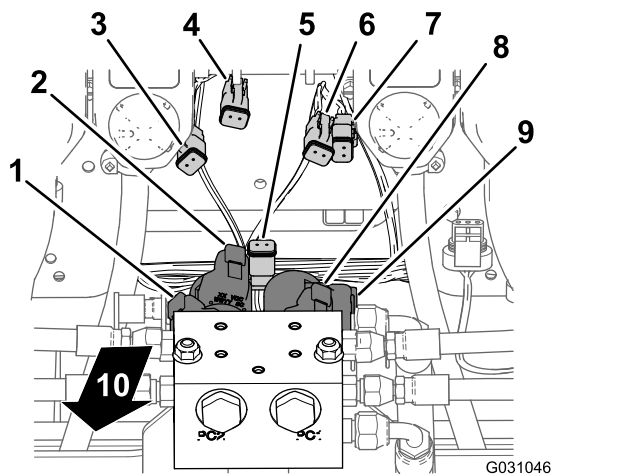
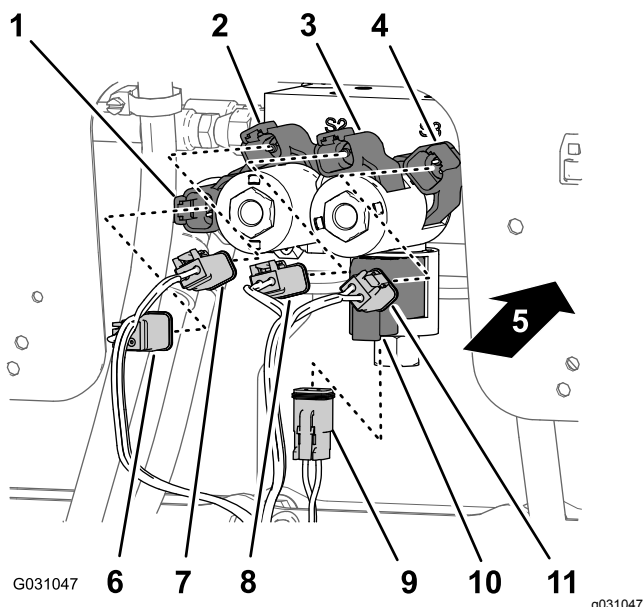

Figura 104
Figura 105
cablagem traseira identificado **Solenoide de ativação** (Enable Solenoid) no conector de dois pinos para o solenoide de ativação (Figura 104 e Figura 105).
- No solenoide inferior direito, ligue o conector de 2 tomadas da cablagem traseira identificado como **Inferior direito** (Right Down) no conector de 2 pinos para o solenoide inferior direito (Figura 104 e Figura 105).
- No solenoide superior direito, ligue o conector de 2 tomadas da cablagem traseira identificado como **Superior direito** (Right Up) no conector de 2 pinos para o solenoide superior direito (Figura 104 e Figura 105).
- No solenoide inferior esquerdo, ligue o conector de 2 tomadas da cablagem traseira identificado como **Inferior esquerdo** (Left Down) no conector de 2 pinos para o solenoide inferior esquerdo (Figura 104 e Figura 105).